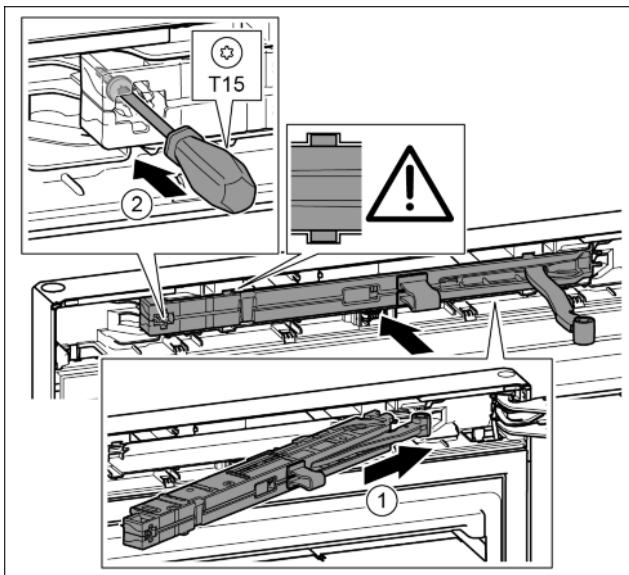

Fig. 41
- Вставить узел амортизатора со стороны опорного кронштейна в выемку до упора под наклоном. Fig. 41 (1)
- Затянуть винт отверткой T15. Fig. 41 (2)